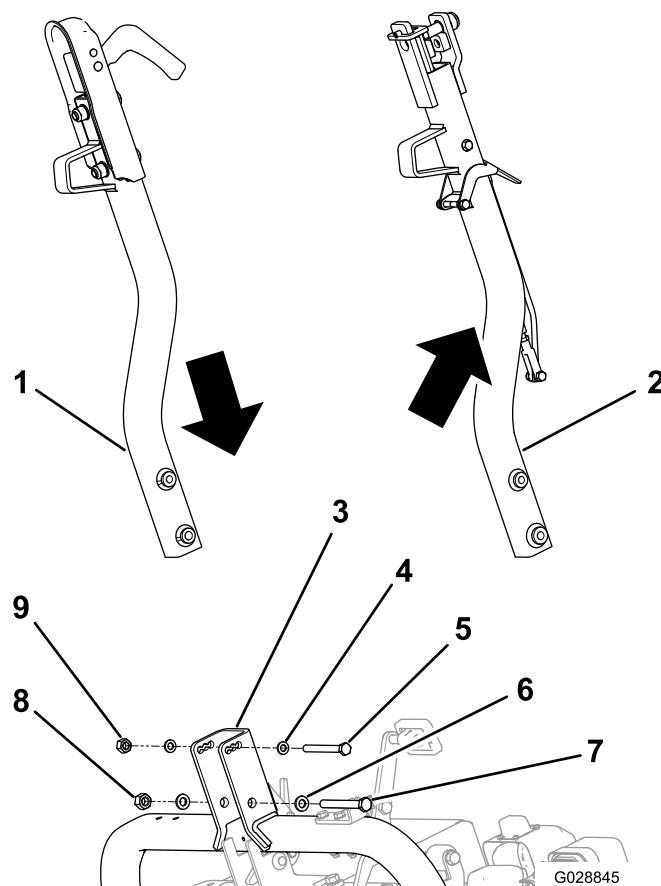

Figura 1
1. Retire los tornillos, arandelas y tuercas que sujetan el enganche existente y desmóntelo (Figura 1).